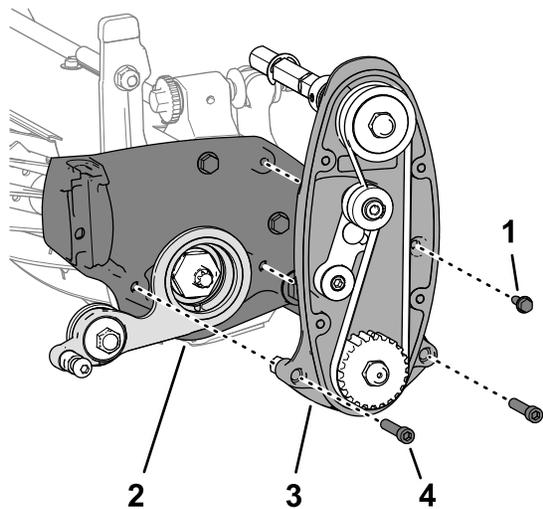

Figura 17
1. Alinhe o conjunto do rolete na unidade de corte como se mostra em Figura 17.
- Monte o conjunto do rolete e transmissão do cilindro na unidade de corte (**Figura 17**) com os dois parafusos de cabeça sextavada interior (5/16 pol. x 1½ pol.) e porcas de bloqueio (5/16 pol.) que removeu em 3 Remoção da transmissão do cilindro \(página 5\).
- Monte a transmissão do cilindro na unidade de corte (**Figura 17**) com o parafuso de cabeça flangeada (¼ pol. x ¾ pol.).